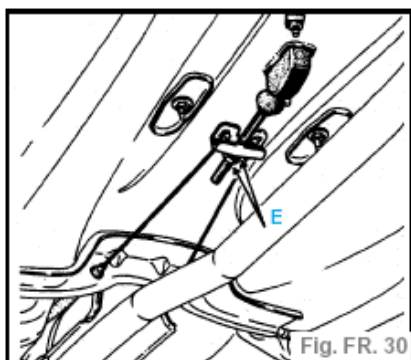

Fig. FR. 30
- Véhicule sur un pont à prise sous coque, dévisser les écrous (**E**) de façon à libérer totalement le palonnier central (fig. FR. 30).
- Tendre progressivement les câbles au niveau du réglage central, de façon que les leviers (B) décollent entre le premier et le deuxième cran de la course du levier de commande et restent décollés au deuxième cran.
- Bloquer les écrous (E) (fig. FR.30).